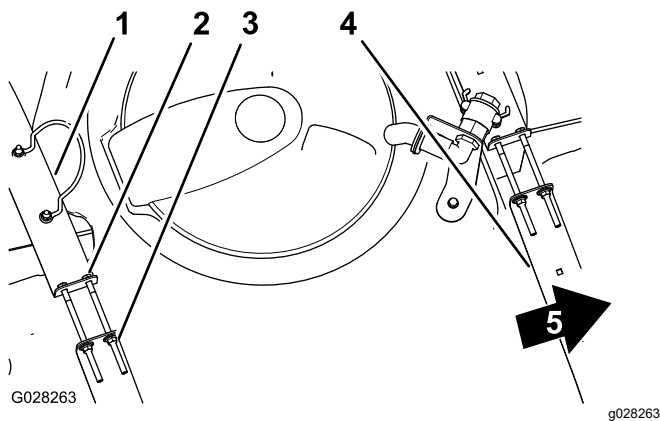

Bild 69
2. Prüfen Sie, ob Sie zwischen den Behälterriemen und dem Behälter eine Bewegung feststellen können (Bild 69).
3. Wenn die Behälterriemen lose am Behälter angebracht sind, ziehen Sie die Sicherungsbundmutter und Schrauben oben an den Riemen an, bis sie mit der Behälterfläche bündig sind (**Bild 69**).